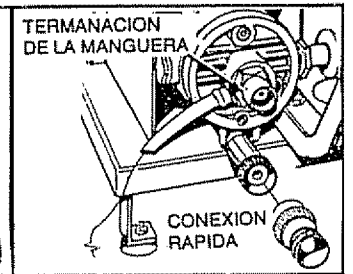

FIG. 4
- Una la otra terminación de la manguera de alta presión al adaptador de latón en la bomba por debajo de la conexión de la manguera de jardín (Fig. 4).